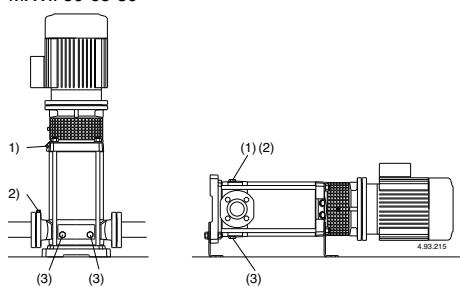

图.3 (1) 灌泵和空气排放
液体(图3).
当被吸水面高于吸入管(可流入吸水管,图2B), 慢慢地打开吸入端的闸阀直到完全打开以便向泵注水, 这时应保持出口的闸阀和放气孔(1),(2)(图.3)处于开启状态以便排气.
关闭排气孔(1),(2)(图.3),对于MXV-B,MXV(L)25-32-40和MXV(L)4 25-32-40拧紧排水堵(14.12)(图.3b)上的针形螺丝(14.17)并关闭排气孔(14.04).
如果发生水流不足或中断(尽管闸阀打开, 出口水流还是中断)或压力表显示压力波动, 在吸入口端 (2) 重复放气操作, 确保所有吸入水管接头均密封良好并拧紧排气堵 (2) 和吸入口端的排水堵 (3) (图. 3)
或者,排空泵后进行清洗作业,向出水口端注水孔(1)注入清水(至少40升),让水从进水口端的排放孔(3)流出(图.3).
如果有结冰的危险, 当泵不使用时, 则必须把泵内存水排空.打开两个放水堵(14.12),(位置3,图.3).
在拆卸前, 关闭吸入管及出水管上的闸阀并排空泵内积水(图.3).